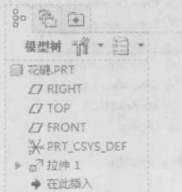

图 1-13 模型树
► 模型树选项如图 1-13 所示，其中列出了当前文件中的所有零件和特征，并以树的形式显示出模型结构，根对象（当前零件或装配）显示在模型树的顶端，其从属对象（零件或特征）位于根对象之下。在活动装配文件中，模型树列表的顶部是装配件的名称，装配件下方是每个零件或子装配的名称；在活动零件文件中，模型树列表的顶部是零件，零件下方是每个特征的名称。